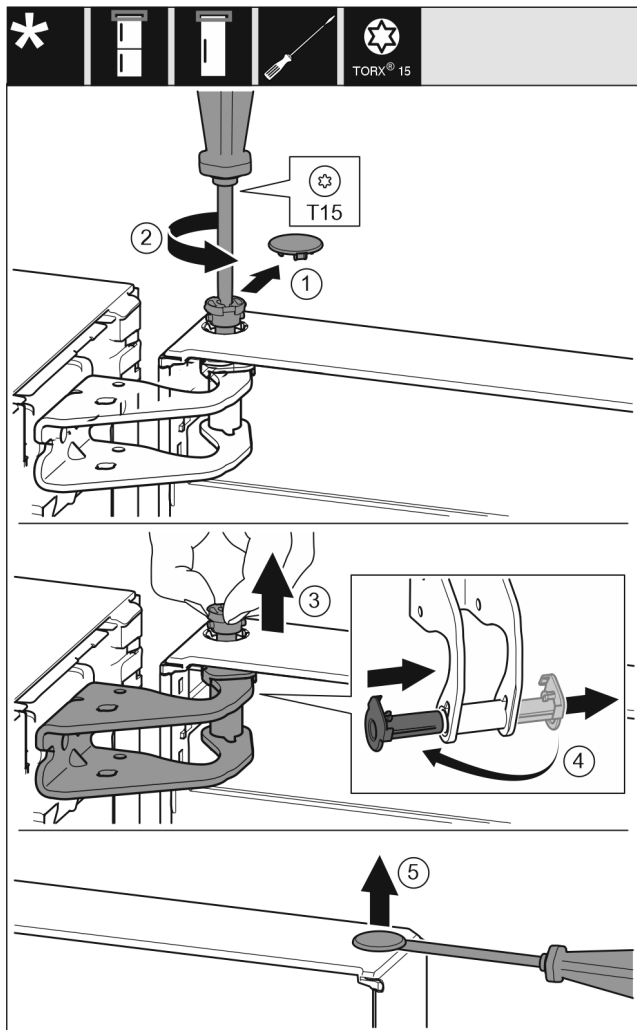

Fig. 7
► Previdno snemite varovalni pokrov. Fig. 7 (1)
► Sornik nekoliko izvijte z izvijačem T15. Fig. 7 (2)
► Držite vrata in s prsti izvlcite sornik. Fig. 7 (3)
► Ležajno dozo povlecite iz vodila. Vstavite z druge strani in pazite, da se zaskoči. Fig. 7 (4)
► S ploščatim izvijačem previdno dvignite čep iz ležajne doze vrat in ga izvlcite. Fig. 7 (5)